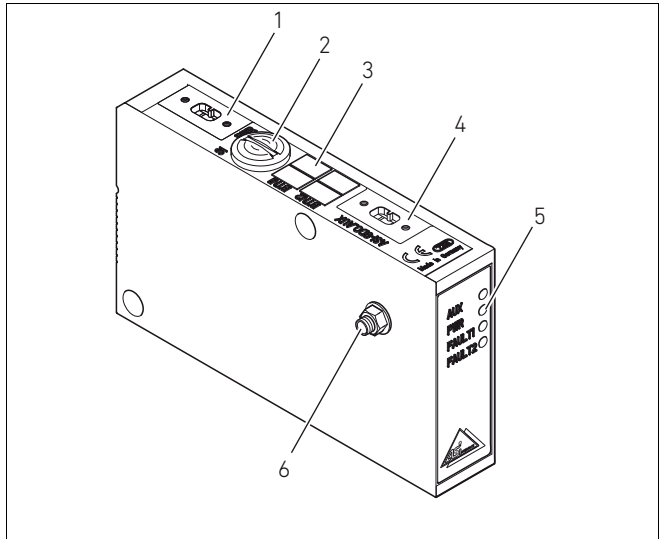
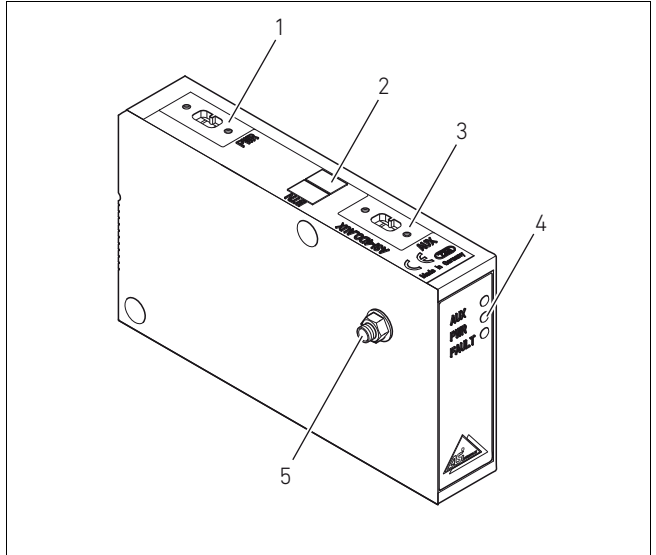

Fig. 4: Accoppiatore bus, esempio 8DO-AUX
Fig. 5: Accoppiatore bus, esempio 4DO-AUX
L'attacco FE (2) può essere collegato a scelta, o alla piastra terminale E o direttamente all'AS-i (ved. Fig. 4 a pagina 142 e Fig 5 a pagina 143).
- A tal scopo svitare la vite per l'attacco FE (1) dalla piastra terminale EP del sistema di valvole ed avvitarela nell'attacco FE (2) della piastra terminale E o direttamente nell'AS-i. Instaurare quindi il collegamento con la messa a terra funzionale.
- ▶ Montare la messa a terra sull'attacco FE (2) della piastra terminale E o direttamente all'accoppiatore bus (ved. Fig. 4 a pagina 142 e Fig. 5 a pagina 143).